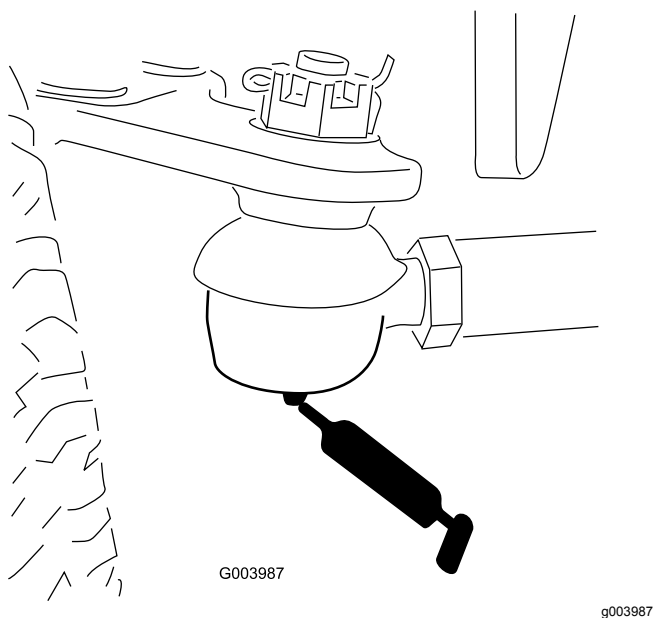

Figure 80
- Bielle d'essieu arrière (2) (Figure 80).